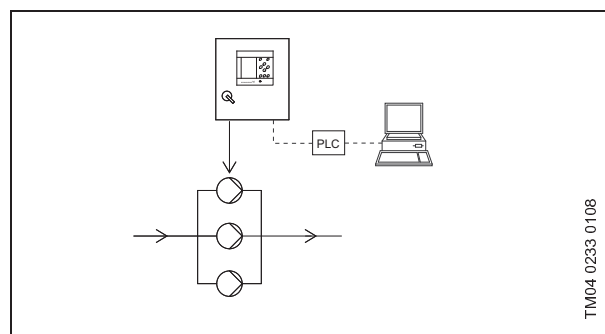

Fig. 16 Boucle ouverte (commande externe)
- Boucle ouverte (commande externe), voir fig. 16.